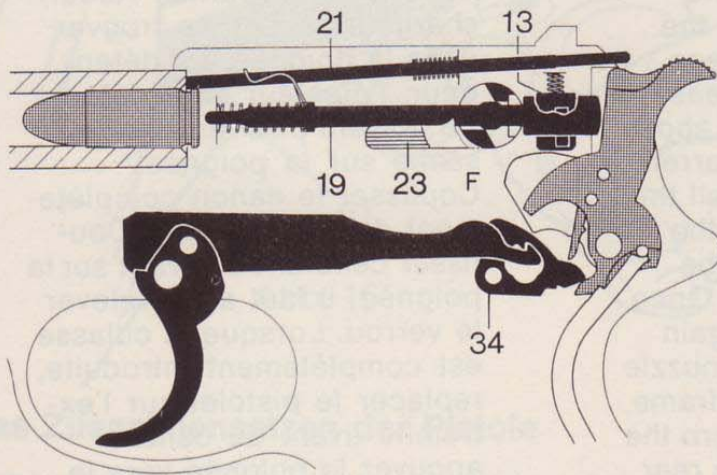

Abb. 18
Fig.18 Pistolet chargé, levier de sûreté sur position feu, chien non armé. Pistolet prêt à tirer en appuyant sur la détente «double action». **Sûreté intérieure à effet automatique.** Le pistolet est prêt à tirer, le levier de sûreté (23) est sur position feu. Néanmoins le chien n'est pas armé. Le percuteur (19) est bloqué par l'arrêt du percuteur (13). La tige indicatrice (21) est perceptible à la vue et au toucher, elle signale qu'une cartouche se trouve dans le canon.